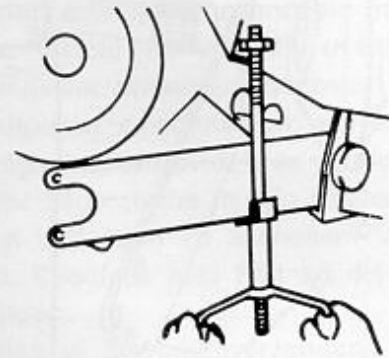

Bild 99
- Den Flansch des Diagonalarms zwischen die Federstrebe einsetzen. Mit dem Wagenheber des Fahrzeuges oder mit einer Spannvorrichtung, wie in Bild 99 gezeigt, die Federstrebe anheben, bis die Unterkante der Strebe höher als der untere Anschlag des Federstrebenlagers hängt. Die Schrauben des Federstrebenabendeckels sind jetzt auf das vorgeschriebene Anzugsdrehmoment von 4,5 mkp (45 Nm) anzuziehen, um der Büchse eine einwandfreie Lagerung zu geben.